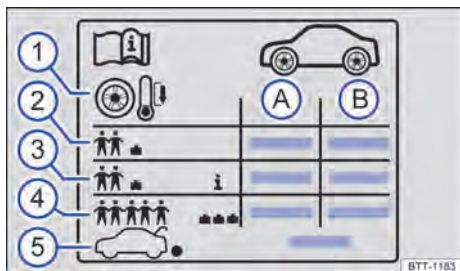

Fig. 246 Símbolos na etiqueta de pressão dos pneus.
Dependendo do veículo, a etiqueta pode conter uma pressão conforto dos pneus → Fig. 246 3). A pressão de conforto dos pneus possibilita aumentar o conforto da condução. Ao conduzir com a pressão de conforto dos pneus, pode aumentar o consumo de combustível.
- Adequar sempre a pressão dos pneus às condições de carga → Fig. 246 4).